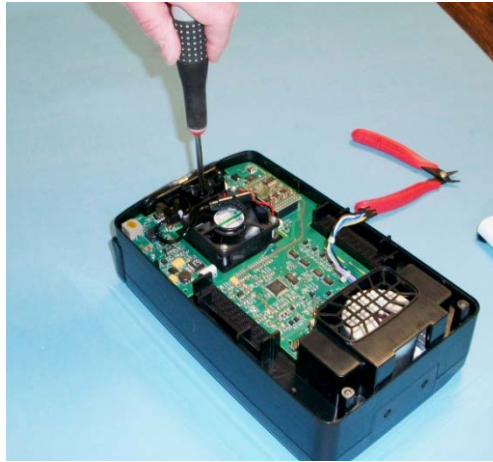

Abbildung 5.10:
8. Entfernen Sie die schwarzen 8-32 x 1/4" Kreuzschlitzschrauben in der Mitte der Aufnahmevorrichtung für den Austrittsstutzen. (Siehe Abbildung 5.10).